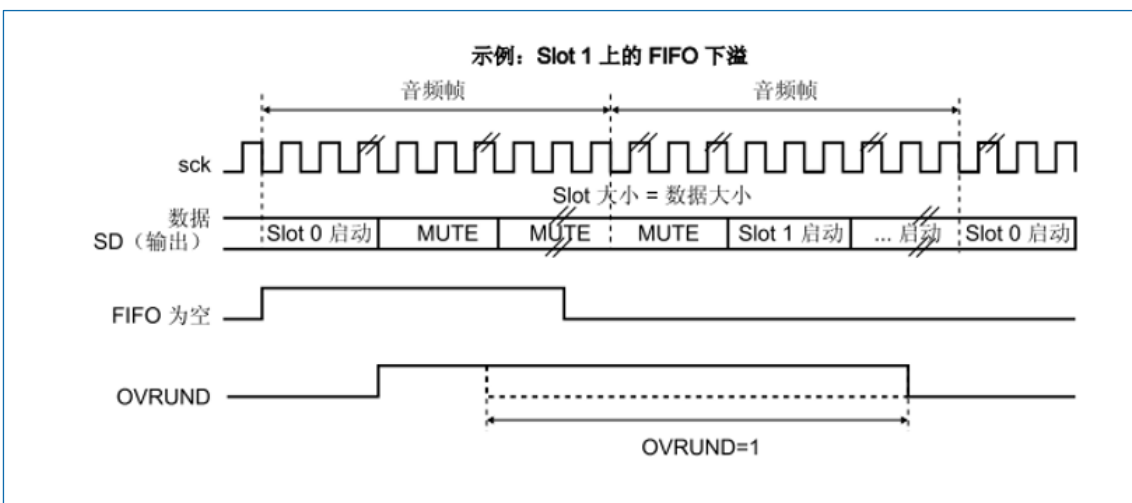

图 30-19 FIFO 下溢事件
当 SAI 中的音频模块用作发送器时，如果需要发送数据时 FIFO 为空，则可能出现下溢。如果检测到下溢，则将存储发生事件的 Slot 编号并发送 MUTE 值 (00)，直到 FIFO 准备好发送与检测到下溢的 Slot 对应的数据 (参见图 30-19)。这样可避免存储器指针与音频帧中的 Slot 之间发生同步失效。